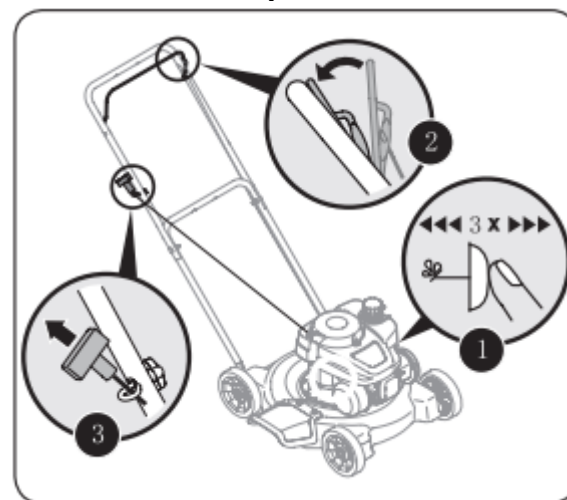

Рисунок 7-2
1. Нажмите кнопку подкачки топлива 3 раза. Перед каждым нажатием делайте паузу не менее двух секунд. См. Рисунок 7-2. При температуре воздуха ниже 10 °C нажмите 5 раз. После прогрева двигателя может оказаться достаточным одного нажатия при любой температуре воздуха.
3. Легко потяните ручку запуска, и когда почувствуете сопротивление, резко дерните, чтобы преодолеть компрессию и запустить двигатель. При необходимости сделайте это снова. См. Рисунок 7-2.